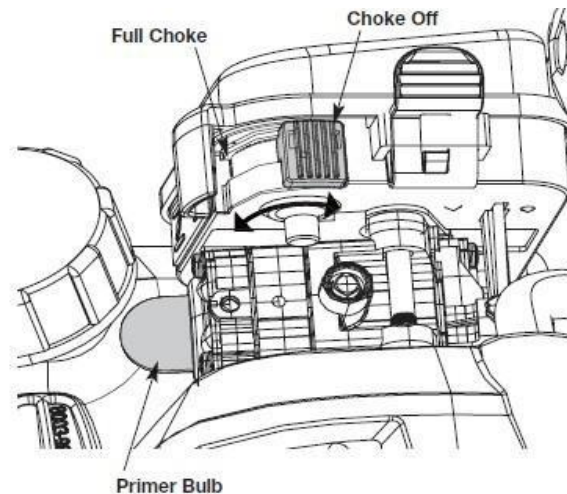

Fig. 10
- 3) Druk de primerknop 10 keer langzaam in en laat hem weer los (fig. 10).
- 4) Zet de chokehendel in de stand "Volledige choke" (fig. 10).